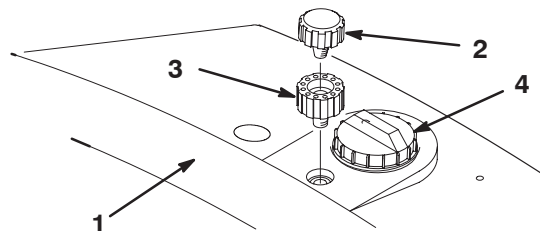

Figure 8
- Retirez le chapeau de reniflard du réservoir hydraulique (Fig. 8).
- Vissez le prolongement du reniflard dans le réservoir hydraulique (Fig. 8).
- Vissez le chapeau de reniflard dans le prolongement du reniflard (Fig. 8).